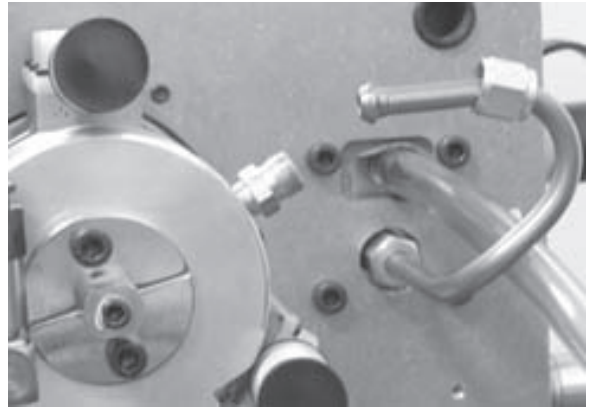

Abbildung 69.
5. Siehe Abbildung 69. Kartuschenpumpen-Baugruppe so positionieren, dass das Hochdruckrohr angeschlossen werden kann, und Baugruppe in der Tankabdeckung positionieren.